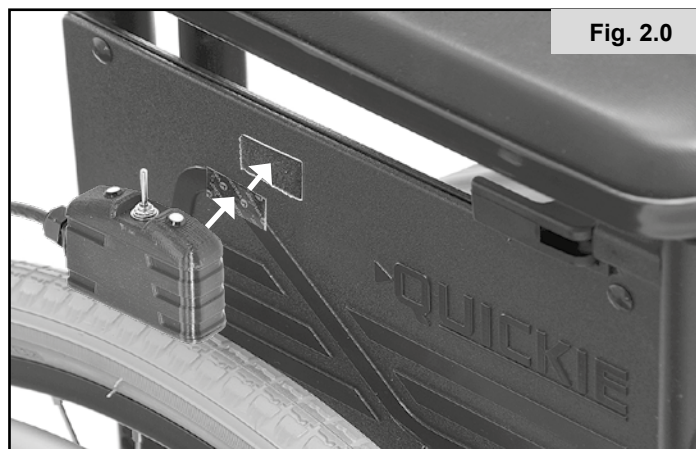

Fig. 2.0
2. La caja de interruptores se puede montar en el lugar que desee simplemente colocando los Velcros proporcionados tanto a un lateral de la caja de interruptores, como en el reposabrazos, armazón o la parte de la silla de ruedas donde desee colocarla. (Fig. 2.0).